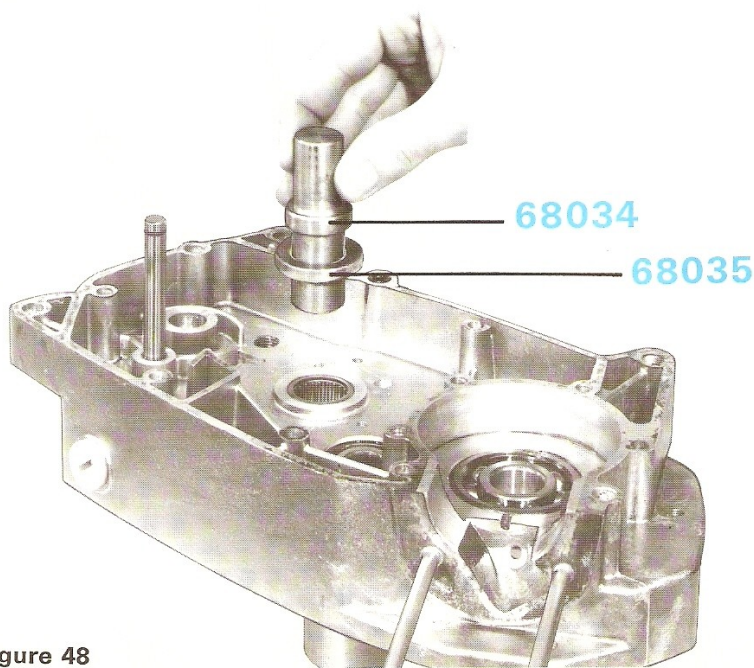

Figure 48
- Utiliser la chasse n° 68034 munie de la rondelle n° 68035. Comme aux paragraphes précédents, le carter étant préalablement chauffé, descendre la cage à fond (figure 48).